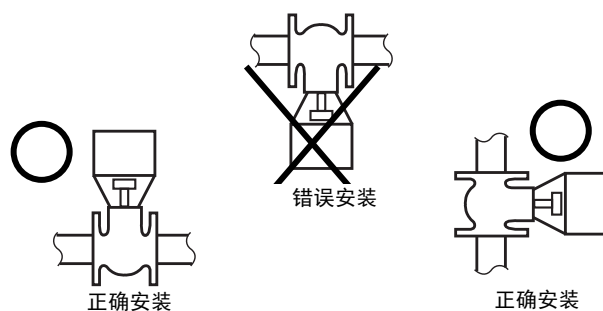

图5 安装方位
- 6) 阀门可在垂直到水平之间的任意位置安装(参照图5)。但是，在室外安装 ACTIVAL 产品时必须垂直安装。